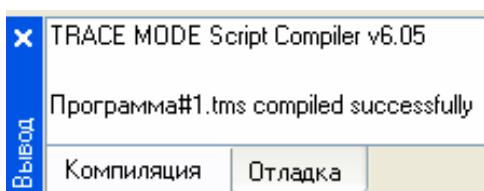

Рис. 5.10
5.4.3.8. За допомогою ікони  (Скомпілювати програму) на інструментальній панелі редактора або натисненням "гарячої клавіші" F7 скомпілювати програму і переконатися в успішній компіляції у вікні **Виведення** (Output), що викликається з інструментальної панелі за допомогою ікони  (Показати/приховати вікно виведення) (рис. 5.10).